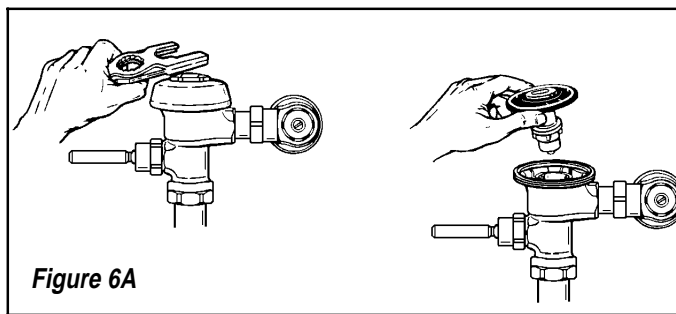

Figure 6A
Étape 6 — Canalisation d'arrivée de chasse (Figures 6A et 6B)
Fermez la vanne d'arrêt. Servez-vous de la clé Sloan « SuperWrench™ » pour desserrer le couvercle extérieur. Retirez ce dernier et le couvercle intérieur. Soulevez le mécanisme de chasse pour le retirer (voir Figure 6A).